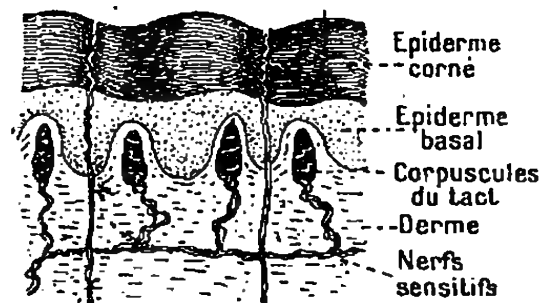

Fig. 160. — La peau, organe du tact (Coupe).
10. La peau est l'organe du toucher. — Elle est formée de deux parties : l'*épiderme*, à l'extérieur, et le *derme*, à l'intérieur (fig. 160).